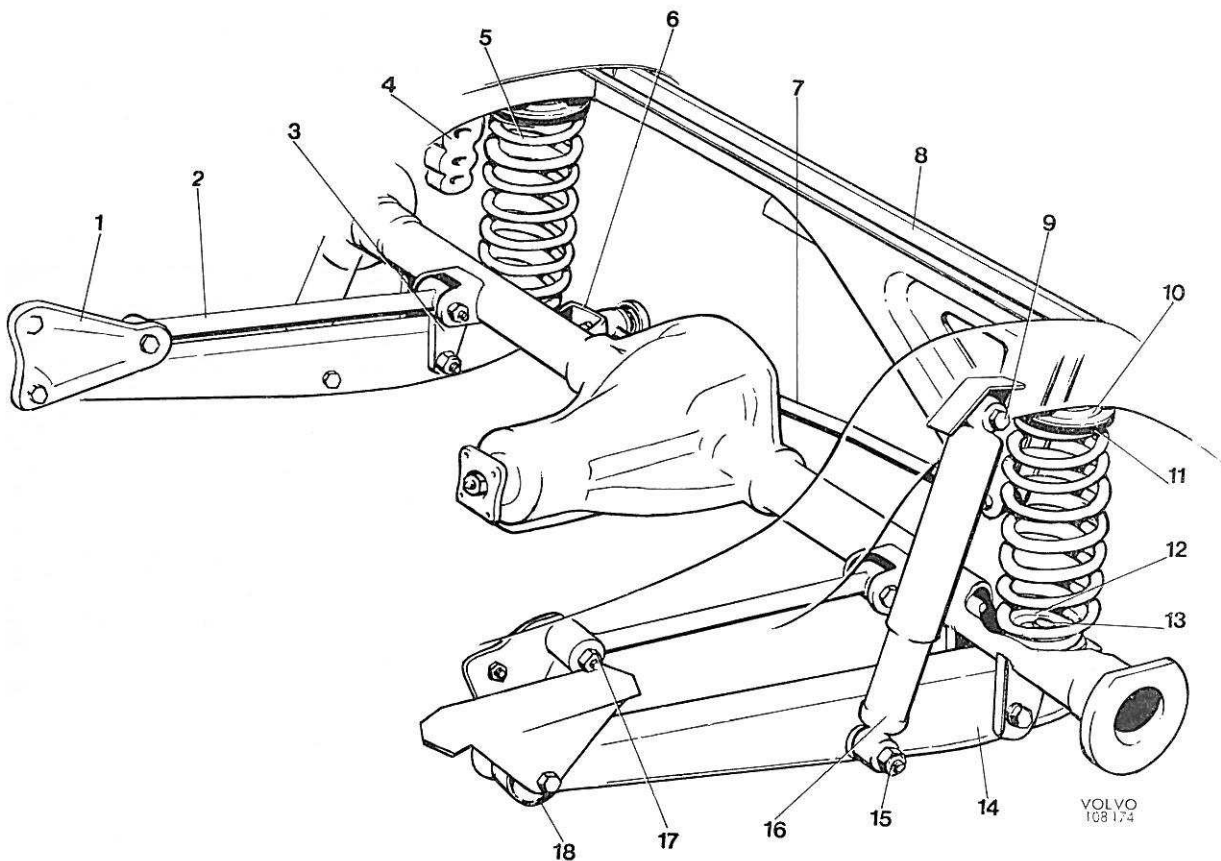

Figure 7. Train arrière (nouveau modèle)
L'extrémité inférieure des ressorts arrière (5, figure 7) est vissée à demeure sur les bras de roues (14) derrière le pont arrière. La fixation supérieure existe dans deux modèles différents : jusqu'aux modèles d'année 1973, cette fixation se fait sur les longerons arrière et à partir des modèles d'année 1974, les ressorts arrière sont logés à l'extrémité supérieure dans des coupelles (figure
Afin d'obtenir une suspension progressive du train arrière, il existe des butées caoutchouc (4, figure 7) montées dans les longerons arrière des Volvo 142 et 144. Sur un modèle intermédiaire des 142 et 144, ainsi que sur les Volvo 145, ces butées caoutchouc sont remplacées par des ressorts progressifs en caoutchouc creux.
3. Retirer la vis (9, figure 7) de l'amortisseur. Baisser lentement le cric et démonter le ressort.
2. Lever le cric et bien fixer le ressort à son extrémité inférieure avec la rondelle (12, figure 7) et la vis (13).
Le pont arrière est relié à la carrosserie par deux bras de roues (14, figure 7) articulés. Les forces
3. Enlever la vis du bras de roue, à la console (3, figure 7). Enlever la vis de fixation avant et déposer le bras de roue.